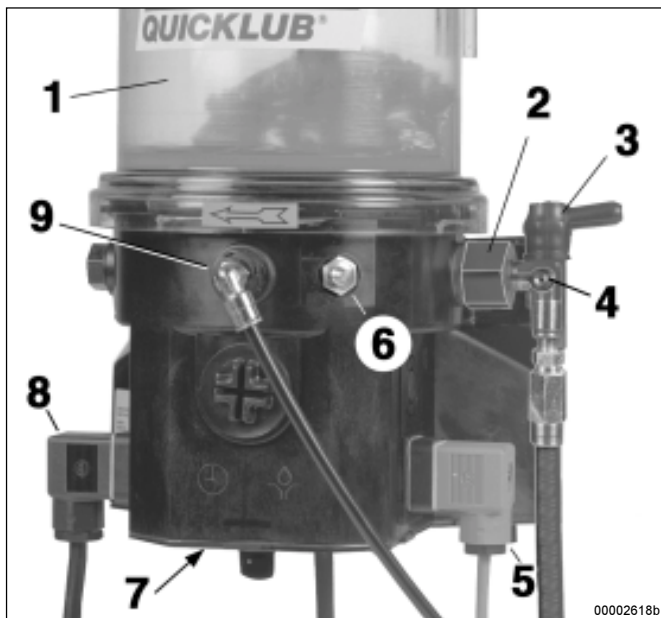

Abb. 2: - Teile der Pumpe
- Wenn der Behälter leer ist, kann der potentialfreie Kontakt (Würfelstecker 5, Abb. 2) benutzt werden um das Blinken einer Kontrollampe auszulösen, siehe auch unter Abschnitt Leermeldung